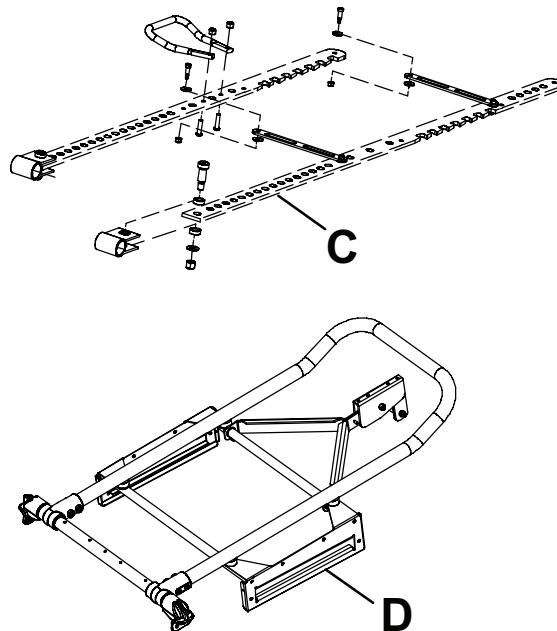

Abbildung 26 – Höhenverstellungsschienen und Schiebepplatten
4. **Tri-Flow™** auf die rechte und linke Höhenverstellungsschiene auftragen (C) (Abbildung 26). Auf eine gleichmäßige Applikation achten.
5. **Tri-Flow™** auf die rechte und linke Schiebeplatte (D) auftragen (Abbildung 26). Auf eine gleichmäßige Applikation achten.